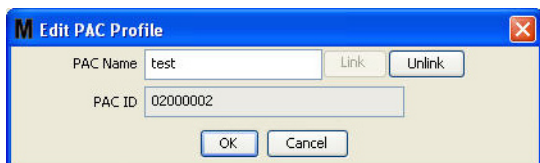

Рис. 117
8. Появится окно «Edit PAC Profile» [Редактировать профиль регулятора пневматического насоса] (Рис. 117). Чтобы изменить имя регулятора пневматического насоса, укажите новое в поле «PAC Name» [Имя регулятора] и нажмите кнопку «OK» [OK], чтобы закрыть окно и сохранить изменения.